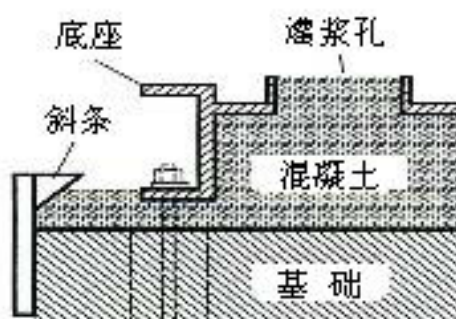

图3
- 在基础的四周建一个挡圈，挡圈必须有足以抵挡灌浆压力的强度，在挡圈的内侧固定上一有斜边的条，这样能在高出的水泥浆上流下一条整洁的成斜角的边。见图3